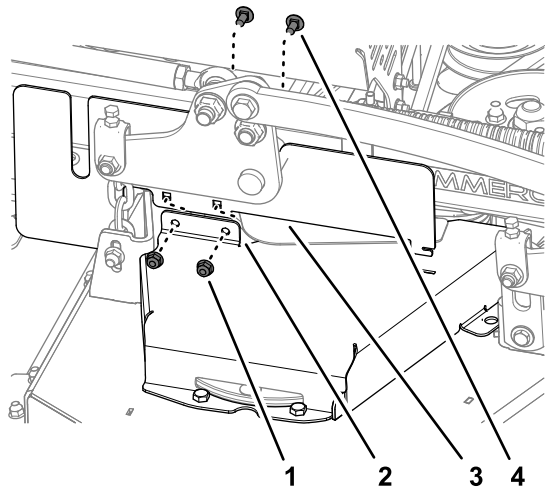

Figure 38
1. Retirez les 2 boulons de carrosserie et les 2 contre-écrous qui fixent le couvercle CE droit au protège-courroie droit (Figure 38).